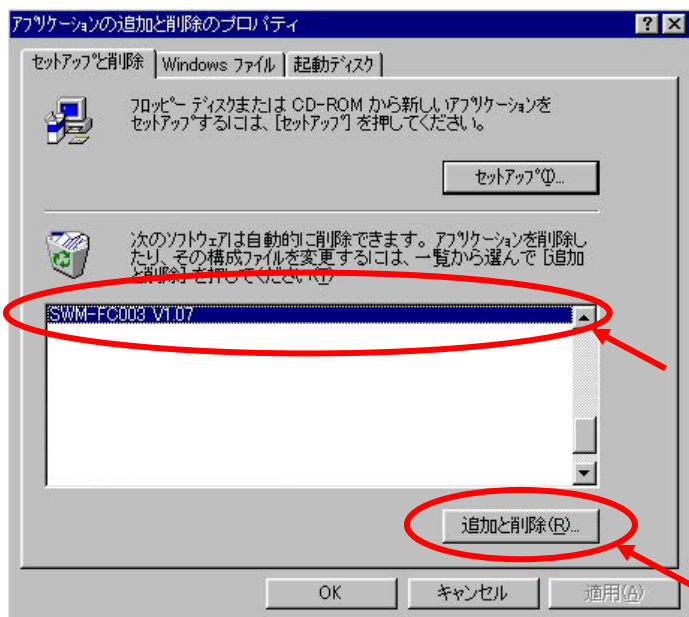

図1.3-3
(3) アプリケーションのリストで "SWM-FC003\_Vxxx" をクリックまたはカーソルで選択して[追加と削除(R)]ボタンをクリックしてください。(図1.3-3)